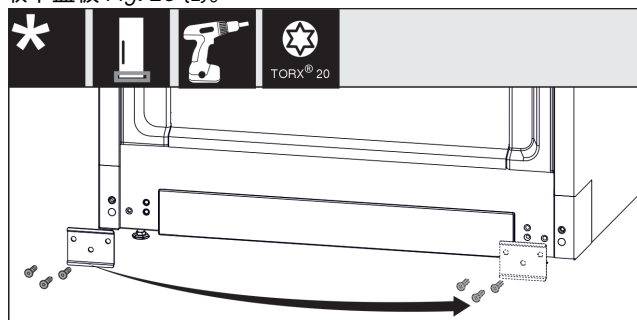

Fig. 21
- ▶ 拧下金属板 Fig. 21 (1)，将其移到另一侧，然后重新拧紧。